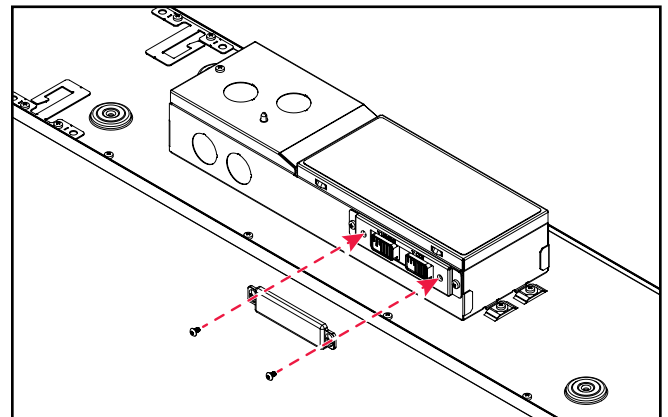

Figura 8.
11. Una vez que el nivel de Lumen deseado y CCT se han seleccionado, fije la cubierta del interruptor proporcionado de forma segura utilizando los tornillos proporcionados. (Figura 8.)